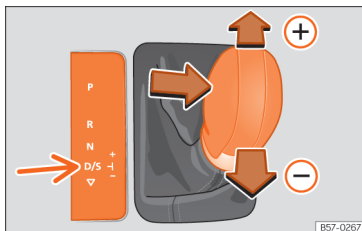

Abb. 245 Mittelkonsole: zu Tiptronic ändern.
- Ziehen Sie den Wählhebel nach vorn (+) um einen Gang hochzuschalten »» **Abb. 245**.